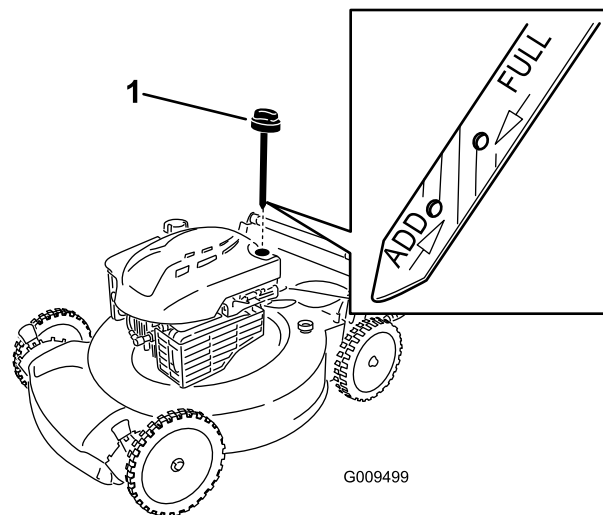

Figura 19
6. Rimuovete l'asta di livello dal tubo di riempimento dell'olio (Figura 19).